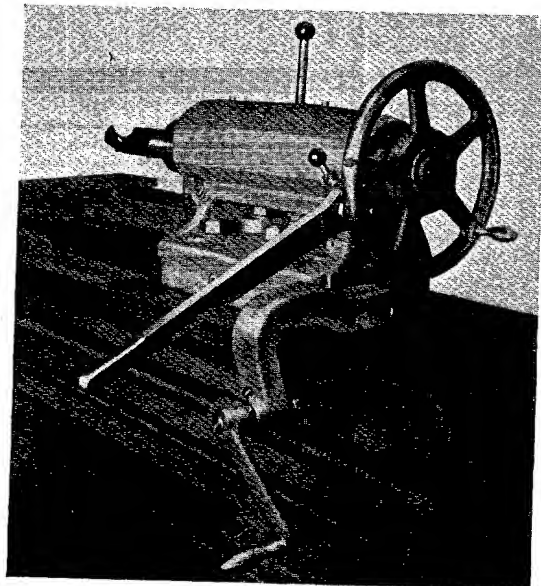

Bild 18.
d. i. Handverstellung des Reitstockes durch bloßes Drehen einer Kurbel, deren Welle an ihrem zweiten Ende mit einem Zahnritzel versehen ist, das mit der am Maschinenbett angebrachten Zahnstange kämmt. (Abb. 18)